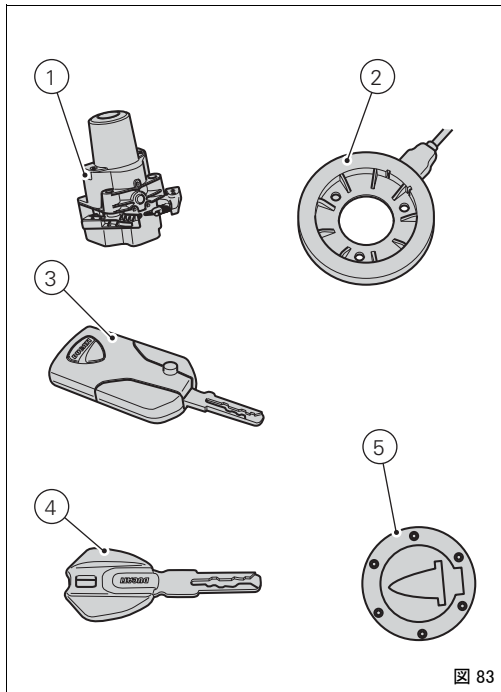
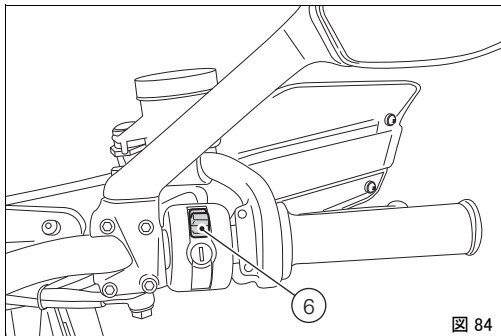
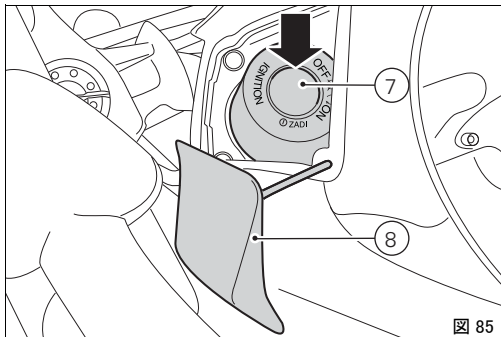

図 83
図 84
図 85
Hands free ブロック (1、図 83) は 燃料タンクの前方部に位置し、作業するには小さな枠 (8、図 85) を外さなければなりません。
USAバージョンには、小さな枠 (8、図 85) は付属していません。
key on はハンドルの右スイッチボタン (6) 上か Hands free ブロック (1、図 83) 上の緊急ボタン (7) で行ないます。
key off はハンドルの右スイッチボタン (6、図 84) 上か Hands free ブロック (1、図 83) 上の緊急ボタン (7) で行ないます。
Key on は (3、図 83) か (4、図 83) のどちらか一つのキーもしくは暗証番号で可能です。
Key off は (3、図 83) か (4、図 83) のキーがなくても可能です。
アクティブキー (3、図 83) のバッテリーが切れると、パッシブキー同様の作動になります。(4、図 83)。インストールパネルはバッテリーの消耗状態を表示します。
key-on にはハンドルにある HANDS FREE 起動 / 停止の赤いキー (6) を使います。これにはアクティブキー (3、図 83) が 必要です。
アクティブキー (3、図 83) は、約 1.5 m 圏内で作動します。その圏内に置くようにしてください。
key-off にはハンドルにある HANDS FREE 起動 / 停止の赤いキー (6) を使います。キー (3、図 83) がなくとも、停止状態であれば key-off になります。
key-on には Hands free ブロック (1、図 83) 上のボタン (7) を使います。これにはアクティブキー (3、図 83) が必要です。
key-off には Hands free ブロック (1、図 83) 上のボタン (7) を使います。これはアクティブキー (3、図 83) がなくても可能です。
key-onにはハンドルにある HANDS FREE 起動 / 停止の赤いキー (6) を使います。これにはパッシブキー (4、図 83) が必要です。
パッシブキー (4、図 83) は、数 cm 圏内で作動しますので、キー (4、図 83) はアンテナ (2) のそばに置くようにしてください。
key-offにはハンドルにある HANDS FREE 起動 / 停止の赤いキー (6) を使います。キー (4、図 83) がなくとも、停止状態であれば key-off になります。
これにはパッシブキー (4、図 83) が必要です。
パッシブキー (4、図 83) は、数 cm 圏内で作動しますので、キー (4、図 83) はアンテナのそばに置くようにしてください。
key-off には Hands free ブロック (1、図 83) 上のボタン (7) を使います。これはパッシブキー (4、図 83) がなくても可能です。
key-on には hands free ブロック(1、図 83)上のボタン(7)を使います。これにはキー(3、図 83)と(4、図 83)は必要なく、ダッシュボードで暗証番号を入力します。